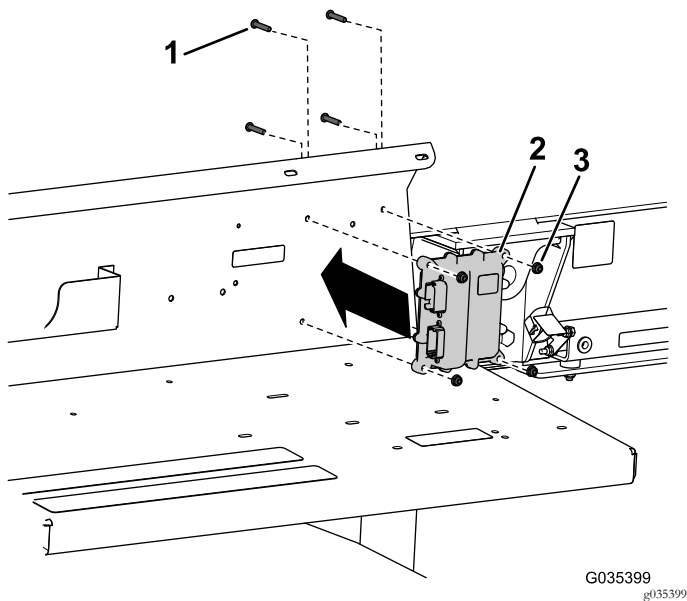

Bild 6
3. Befestigen Sie das Steuergerät mit vier Kopfschrauben ($\frac{1}{4}$ " x $1\frac{1}{4}$ ") und vier Muttern ($\frac{1}{4}$ ") an der Schutzvorrichtung des Kotflügels, wie in Bild 6 abgebildet.
Wichtig: Stellen Sie sicher, dass Sie die Schrauben in der richtigen Richtung einsetzen, siehe Bild 6. Wenn die Schrauben in der falschen Richtung eingesetzt werden, berührt die Fangbox die Schrauben beim Absenken.